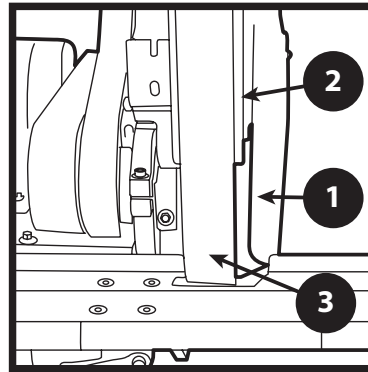

FIGURA 1
- a. El dispositivo de seguridad de la rueda de contacto y la placa vertical están ensamblados y ajustados de manera tal que la placa toca ligeramente el reverso de la banda abrasiva (Figura 1). *Consulte todas las instrucciones de instalación en la p. 35.*